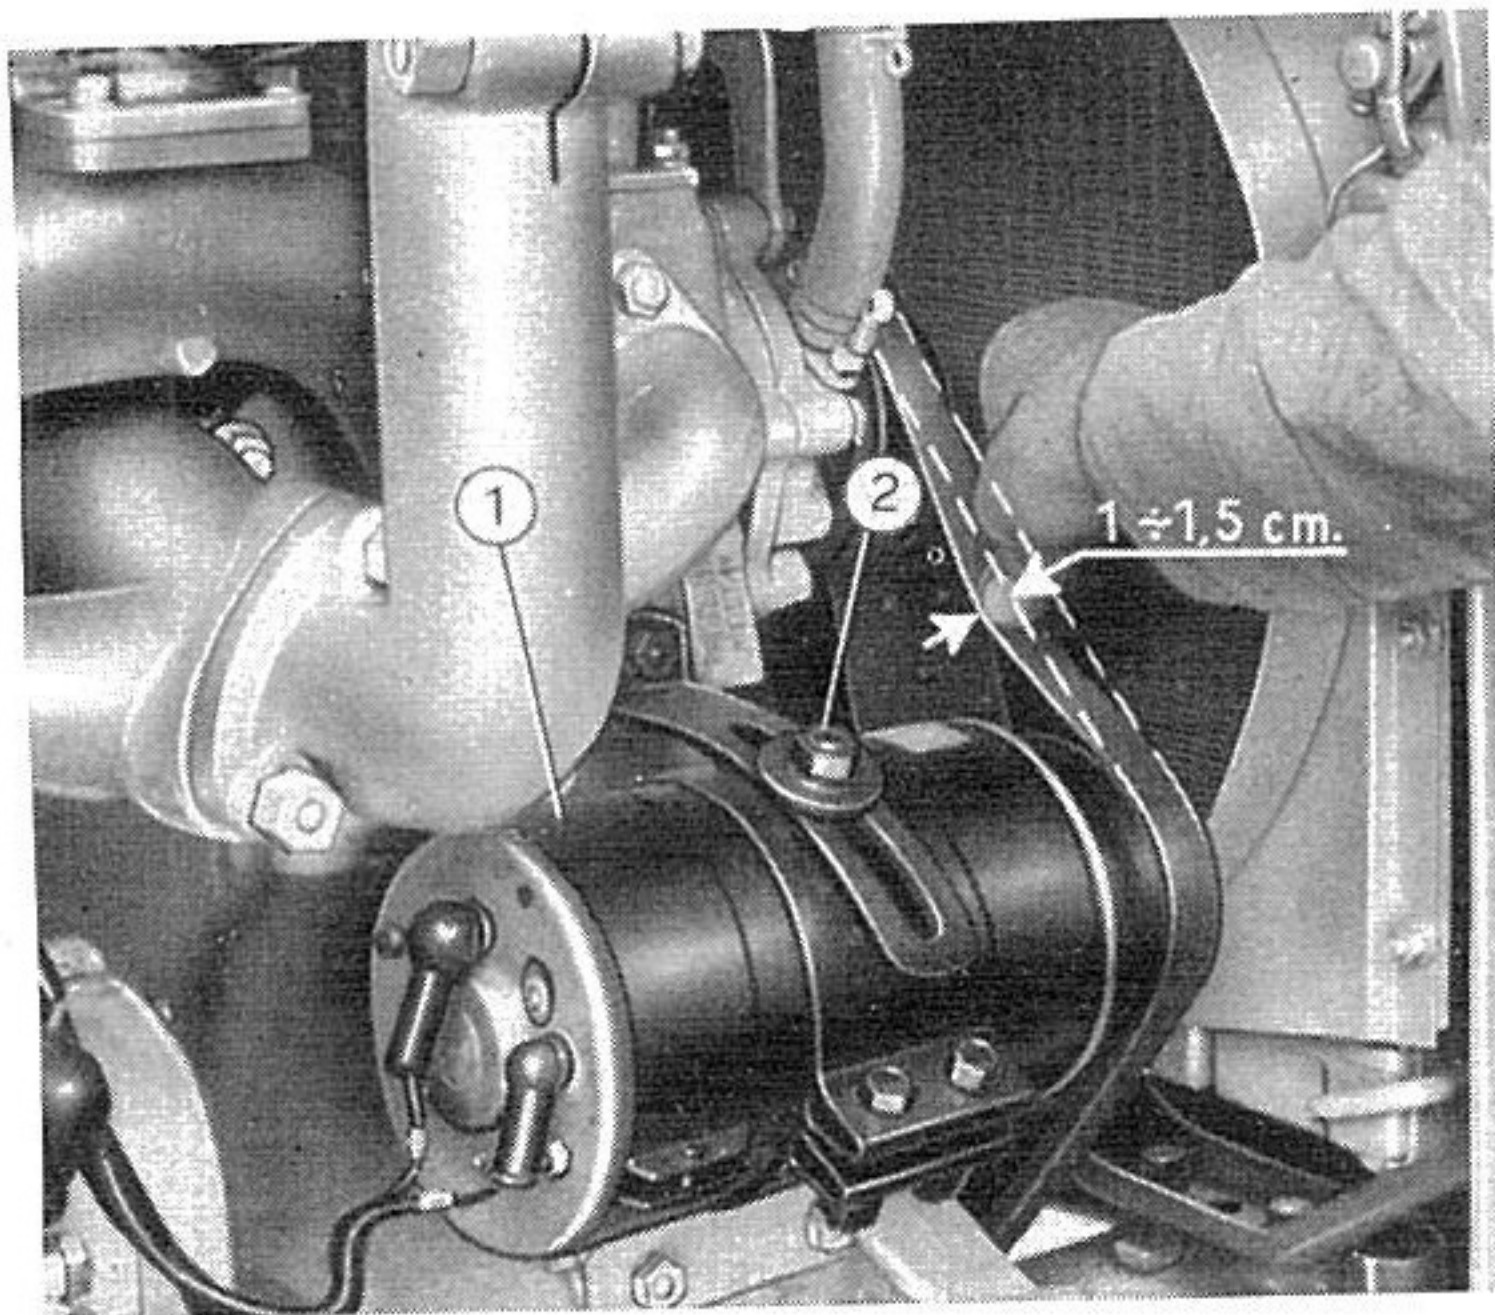

Fig. 44. - Réglage de la tension de la courroie de ventilateur et de dynamo.
- Desserrer l'écrou fixant la dynamo au curseur supérieur (2, fig. 44).